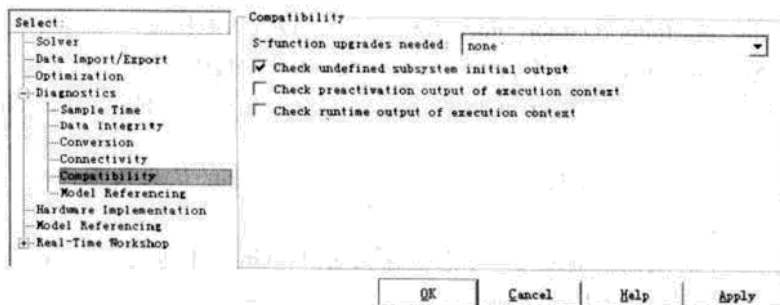

图 3.12 设置 Compatibility 参数
- 6) Compatibility: 该选项组允许用户设置相应的诊断措施, 以便在模型升级或者模型仿真过程中, 检测到 Simulink 不同版本之间的不兼容性时采取相应的应对措施, 如图 3.12 所示。